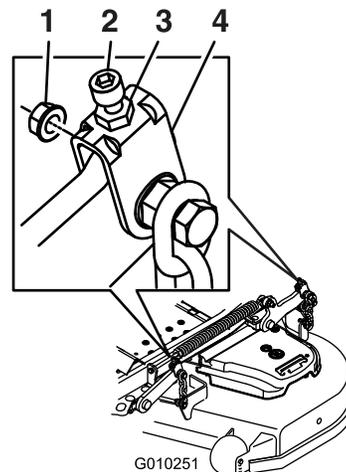

**Figura 86**
9. En ambos lados de la carcasa, mida desde la superficie nivelada hasta la punta delantera de la cuchilla (Posición A). La distancia debe ser de 7.6 cm (3") (Figura 86).
15. En ambos lados de la carcasa, mida desde la superficie nivelada hasta la punta trasera de la cuchilla (Posición B). La distancia debe ser de 8.3 cm (3 1/4") (Figura 86).